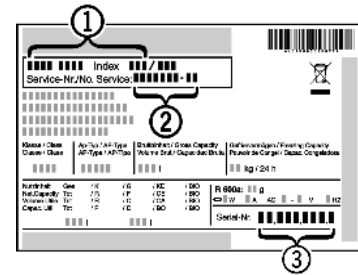

Fig. 60
- ▶ Gerätebezeichnung *Fig. 60 (1)*, Service-Nr. *Fig. 60 (2)* und Serial-Nr. *Fig. 60 (3)* vom Typenschild ablesen. Das Typenschild befindet sich an der linken Geräteinnenseite.